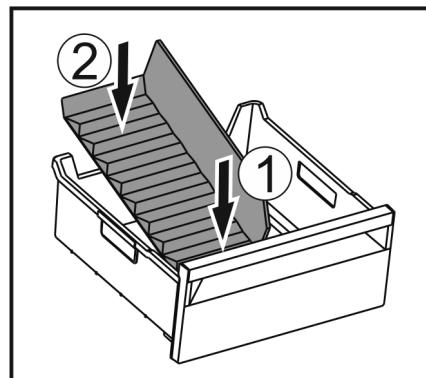

Fig. 171
- ▶ Introduceți partea frontală a separatorului pentru compartimentul de gheață. Fig. 171 (1)
- ▶ Coborâți partea posterioară a separatorului pentru compartimentul de gheață până la baza sertarului. Fig. 171 (2)